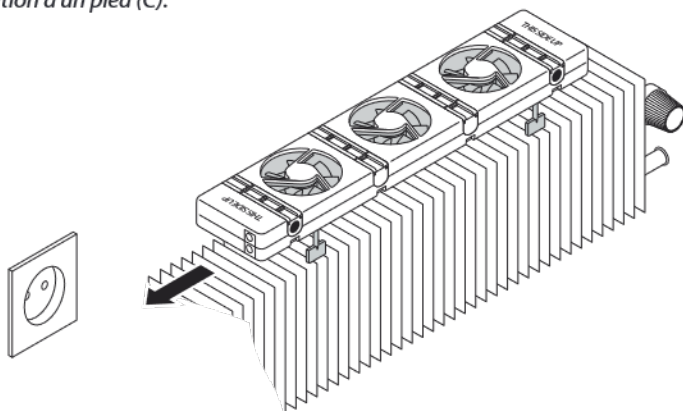

Fig. 9 - Positionnement du **SpeedComfort (A)** sur le convecteur.
1. Fixez les **pieds (C)** en les enfonçant dans les **fentes (2)** du **SpeedComfort (A)**.
2. Assurez-vous que le **SpeedComfort (A)** soit orienté vers le haut et que les **connecteurs femelles (1)** pointent vers la prise murale (voir fig. 9).
3. Placez le **SpeedComfort (A)** sur le haut du convecteur et laissez de l'espace entre les côtés du convecteur et le **SpeedComfort (A)** pour réduire le bruit (voir fig. 9). Le SpeedComfort peut également être placé sur le sol en-dessous du convecteur (en cas d'espace suffisant).
4. Si le bloc convecteur est en matériau magnétique, le **capteur de température (E)** avec ses aimants peut simplement être positionné au-dessus. Le capteur de température peut également être serré entre deux plaques du bloc convecteur pour un bon transfert de chaleur. Le capteur peut être fixé à un tuyau en cuivre ou à un autre endroit non magnétique à l'aide de la bande Velcro fournie.